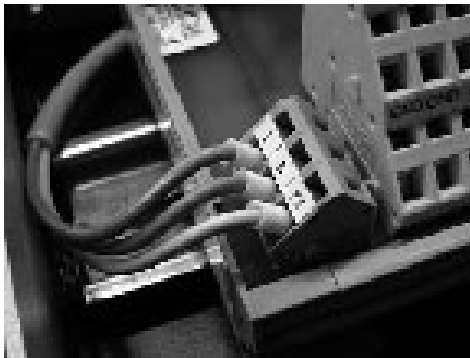

Abb. 2
2. Das Heizkreismodul mittels des beiliegenden Kabels mit der Hauptplatine (Block G lt. Montageanleitung) verbinden. (Die drei kurzen Kabel (3x0,75) beim Typ BPH-25 und BPH-35 und die langen Kabel (3 x 0,75) für BPH-10 und BPH-15 verwenden. Abb. 2 und 3)